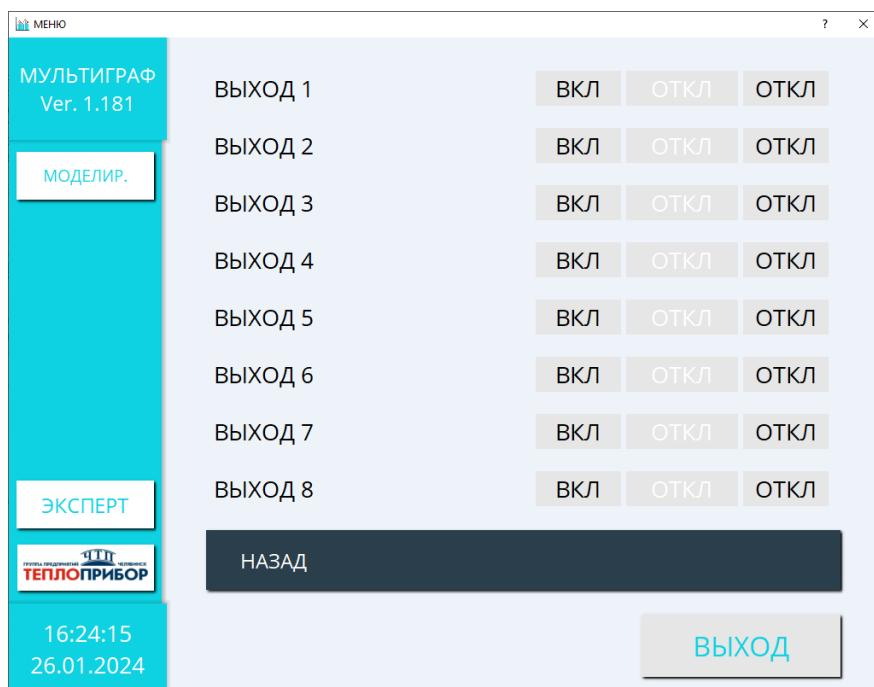

Рисунок 2.65 – Моделирование
2.4.4.3.5 «МОДЕЛИРОВАНИЕ». Окно доступно в режиме «Эксперт» и позволяет вручную управлять модулем платы дискретных выходов (электромагнитные реле, слаботочные реле либо оптосимисторные выходы) переводя во включенное, либо в выключенное состояние необходимый выход (рис. 2.65).